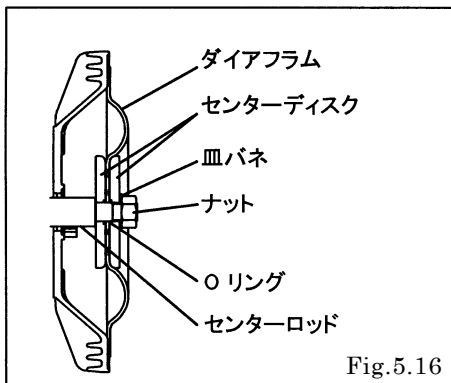

Fig.5.16
- ・ダイアフラムは凸側を外側に取り付ける。[Fig.5.16]